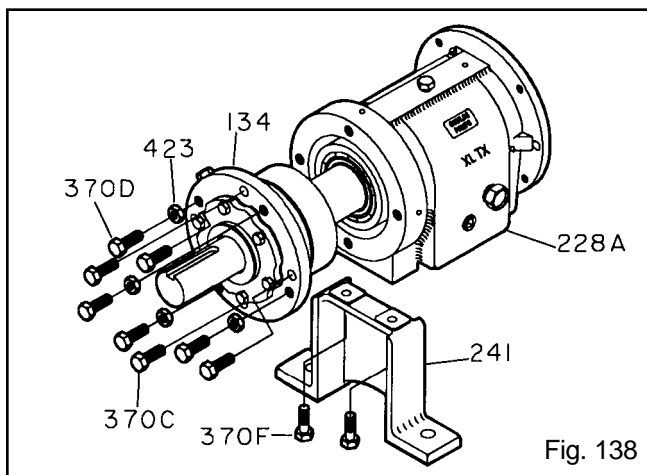

Fig. 138
11. Recubra con aceite la parte de afuera de la caja del cojinete (134).
13. Instale el conjunto del eje en el bastidor (228A). Inspeccione el eje para asegurar que gire libremente (Fig. 138).
14. Instale los pernos de sujeción (370C) en la caja de los cojinetes (134). Apriételos con los dedos.
15. Instale los pernos de levantamiento (370D) con contratuercas (423) en la caja (134). Apriételos con los dedos.
16. Conecte el soporte (241) del bastidor de los cojinetes con pernos (370F). Apriételos con los dedos.